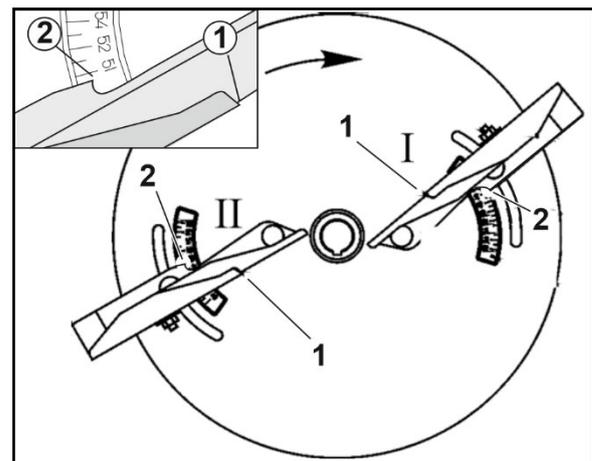

Fig. 64
2. Ablesekante (Fig. 64/1) des Schaufelaußenteils auf Buchstaben teleskopieren und Schaufelaußenteil befestigen.
4. Schaufelspitze (Fig. 64/2) auf Skalenwert schwenken und Schaufel befestigen.